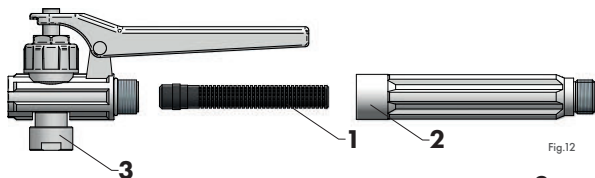

Fig.12
Transférer le pulvérisateur sur le lieu de travail. En faisant des mouvements avec la tige de piston (fig. 7c) pomper (environ 20 mouvements complets) jusqu'à ce que la soupape de sécurité soit actionnée (fig. 7a/pos. 1). L'ouverture de la soupape de sécurité (fig. 7a/pos. 1) signifie que la pression dans le réservoir est maximale. Il faut contrôler la valeur de la pression dans le réservoir au moyen du manomètre (fig. 12/pos. 3).
Durant le travail, le niveau de pression dans le réservoir diminuera. Il faut contrôler sa valeur au moyen du manomètre (fig. 12/pos. 3). Augmenter la pression dans le réservoir par le pompage.
Le pulvérisateur doit être entreposé **SANS PRESSION** en température de +5°C à +35°C dans un endroit embagré, éloigné des radiateurs et hors de portée des enfants. Il est recommandé de dévisser la pompe (fig. 1/pos. 5) de la tête (fig. 1/pos. 4). Avant toute chaque non-utilisation prolongée, il faut nettoyer périodiquement le filtre (fig. 12/pos. 1) installé dans la buse (fig. 12/pos. 2) et le gicleur réglable (fig. 10/pos. 1) installée sur l'extrémité de la buse (fig. 1/pos. 1).
| Basse pression sur la sortie de la buse (fig. 1/pos. 1). | Le filtre (fig. 12/pos.1) dans l'ensemble de la poignée de la buse est bouché (fig. 12/pos. 2). | Dévisser la poignée (fig. 12/pos. 2) et vérifier l'état du filtre (fig. 12/pos. 1). Nettoyer le filtre. |